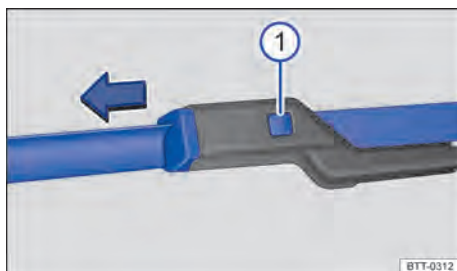

Fig. 168 Substituir as palhetas dos limpadores do para-brisa.
- Manter o botão de destravamento → Fig. 168 ❶ pressionado e, ao mesmo tempo, retirar a palheta do limpador do para-brisa no sentido da seta.